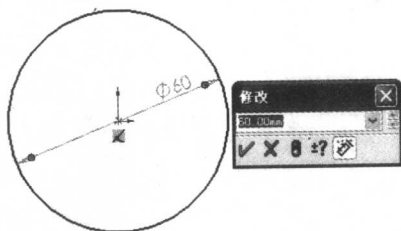

图 2-2 绘制的路径草图
3. 标注尺寸。执行“工具”→“标注尺寸”→“智能尺寸”菜单命令, 或者单击“尺寸/几何关系”工具栏中的“智能尺寸”图标, 然后单击圆边缘一点, 此时系统弹出“修改”对话框。在对话框中输入设计的尺寸, 单击对话框中的“确定”图标, 结果如图2-2所示。然后退出草图绘制。